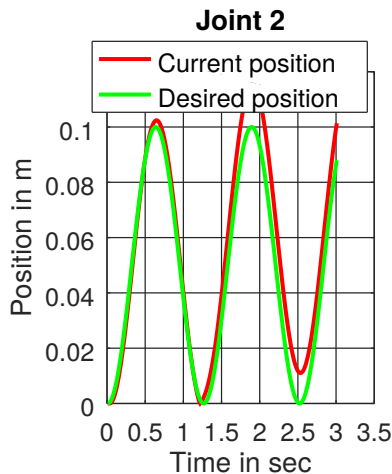
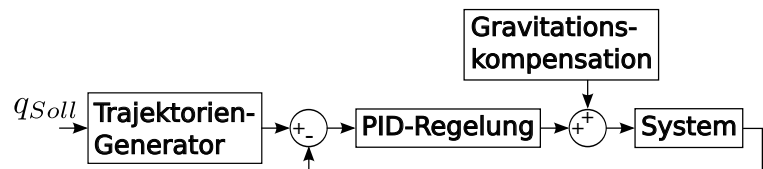

Abbildung 1: Abweichungen zwischen Soll- und Ist-Position bei sinusförmiger Schwingung
Abbildung 2: Blockschaltbild des im Rahmen dieser Programmieraufgabe zu implementierenden Reglers und Trajektoriengenerators
Wie in der zweiten Programmieraufgabe ersichtlich, gibt es Abweichungen zwischen dem für die Inversdynamik aufgestellten und dem durch CoppeliaSim simulierten Modell (siehe Abb. 1). Dies gilt in den meisten Fällen auch für den Vergleich zwischen theoretischem Modell und realem System. In dieser Programmieraufgabe möchten wir deswegen die bisherigen Kenntnisse über das Modell, ergänzt um eine Regelung, nutzen, um die Abweichung zwischen Soll- und Ist-Verhalten zu verringern. Das zu implementierende Schema ist im Blockschaltbild in Abb. 2 dargestellt.
2. In einem zweiten Schritt soll analog zu Abb. 2 die Regelung nun durch eine Vorsteuerung im Sinne einer modellbasierten Kompensation erweitert und verbessert werden. Da die zweite Ableitung der gemessenen Position in der Realität in der Regel durch starkes Rauschen überlagert ist und um den Aufwand der Identifikation eines geeigneten Reibmodells zu umgehen, soll nur die Gravitation kompensiert werden. Nutze die in der zweiten Programmieraufgabe implementierte Funktion **inverse_dynamics** um den Kompensationsterm zu berechnen. Mit dem Befehl **from tasks.task2 import inverse_dynamics** kannst du die Funktion importieren.